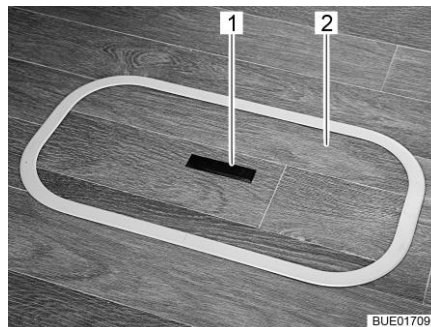
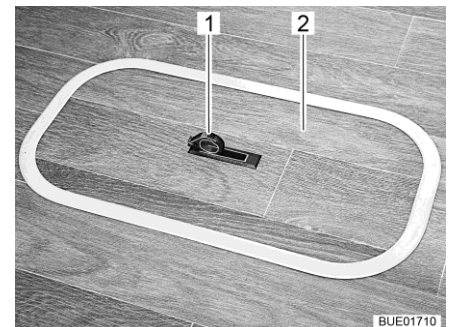

Bild 54 Lock för golvfacket (handtag sänkt)
Bild 55 Lock för golvfacket (handtag utsvängd)
- Tryck nedåt på ena sidan av gripplattan (Bild 54,1). Handtaget (Bild 55,1) svängs upp.
- Ta av locket (Bild 54,2 eller Bild 55,2) uppåt.